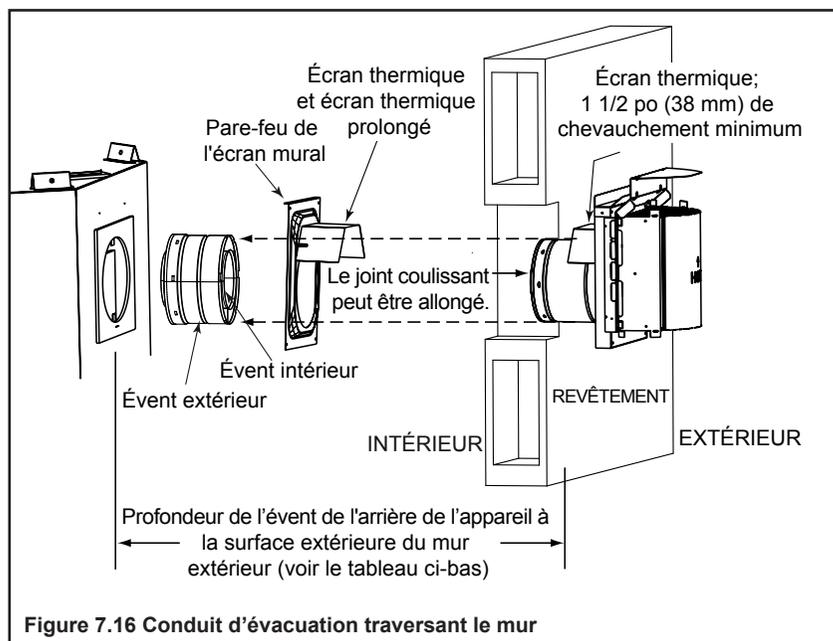

Figure 7.16 Conduit d'évacuation traversant le mur
- **NE PAS** enlever les écrans thermiques fixés à l'écran mural pare-feu et à l'extrémité du terminal horizontal (présenté à la Figure 7.16).
L'écran thermique est en deux parties. L'une des parties a été fixée à l'écran mural pare-feu lors de la fabrication. L'autre partie a été fixée au chapeau de l'extrémité lors de la fabrication. Voir la Figure 7.16.